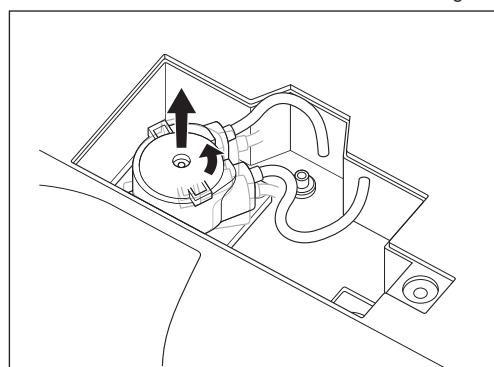

Fig. 52
- 5) Gire el conjunto de bomba de irrigación en sentido contrario a las agujas del reloj hasta que haga clic y tire de él (Fig. 52).